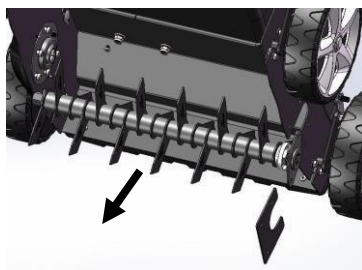

Fig.11B
- Verwijder de vier schroeven. (Afb. 11B)